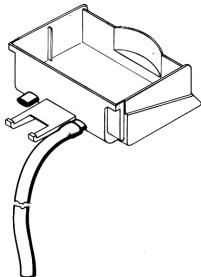

figura 1
- 7** Il cassetto raccogligocce è dotato di due attacchi di drenaggio con diaframma. Nel caso si desideri lo svuotamento continuo del cassetto, perforare il diaframma (ad esempio con un cacciavite) di uno dei due attacchi di drenaggio e collegarlo ad un tubo di scarico (vedere figura 1).